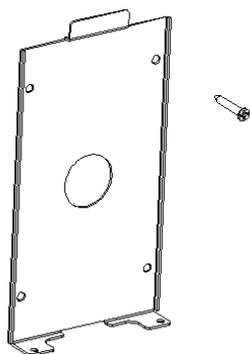

图 3-1
1. 用螺丝刀和 4MM 自攻螺丝将安装板锁紧至与墙面贴平，如图 3-1 和 3-2